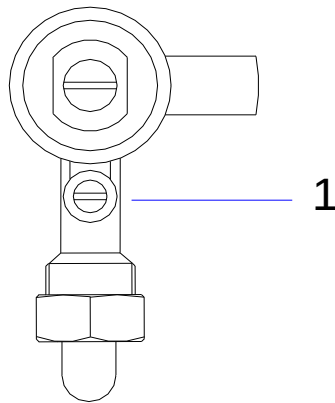

Fig.8
- A través del orificio de la tapa de mandos introduzca un destornillador y gire el tornillo (1) **Fig 8** en el sentido de las agujas del reloj para reducir el mínimo hasta el máximo, en sentido contrario gire 1/2 vueltas para G30/G31 y 2 vueltas para G20/G25 para fijar el mínimo.